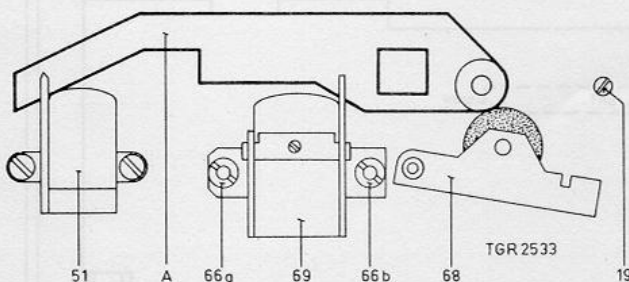

Fig. 4
Voor deze instelling is een speciale mal vereist, zie A in fig. 4.
- Schuif de mal A (zie fig. 4) over de toonas terwijl de drukrol 68 wordt teruggetrokken. De mal moet zover over de toonas geschoven worden, dat deze zich in het verlengde bevindt van de wis en o/w kop bandgeleiders.
- Als de toonas loodrecht staat t.o.v. de o/w en de wiskop zal de mal precies tussen de bandgeleiders van bovengenoemde koppen schuiven. Is dit niet het geval (toonas staat niet loodrecht) dan kan de toonas ingesteld worden met schroef 19 (zie fig. 4).